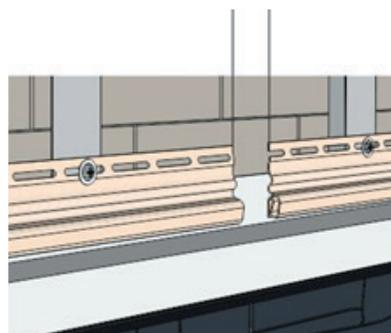

Рисунок 72
- 16.2** В случаях если длина стены более 3-х метров, соединение стартовых планок делается с зазором 10-15 мм (рис. 72), это необходимо для теплового расширения.